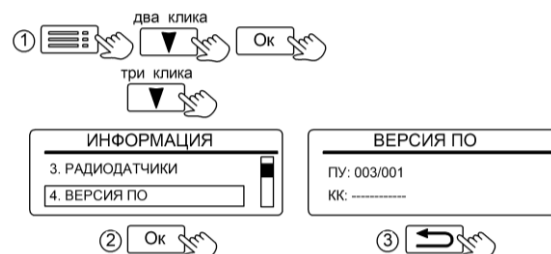

Рисунок 31. Вид вкладки «ВЕРСИЯ ПО»
11.3.4 Окно «4.ВЕРСИЯ ПО» отображает информацию об установленной версии программного обеспечения (рис. 31).